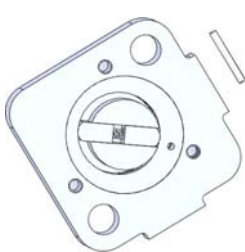

图 8-83 插入圆柱销零件
- 45 单击【浏览】按钮，选择“圆柱销.sldprt”零部件，单击【打开】按钮。在绘图区中合适位置单击，确定零部件的插入位置，如图 8-83 所示。